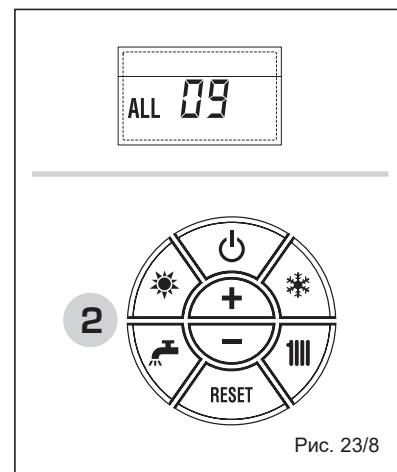

Рис. 23/8
– НЕПОЛАДКА ВСПОМОГАТЕЛЬНОГО ДАТЧИКА “ALL 10” (Рис. 23/9)